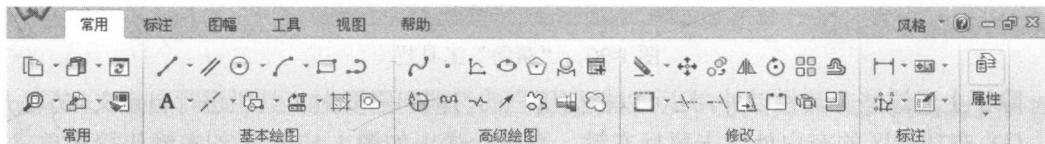

图 1-15 功能区
功能区是位于标题行下方的矩形区域，用于显示不同的工具栏，分别为常用、标注、图幅、工具、视图、帮助 6 个工具栏，如图 1-15 所示。
(1) “常用”工具栏：它是默认的工具栏，又分为常用、基本绘图、高级绘图、修改、标注、属性 6 个子工具栏，每个工具栏中有多个命令图标，如图 1-15 所示。